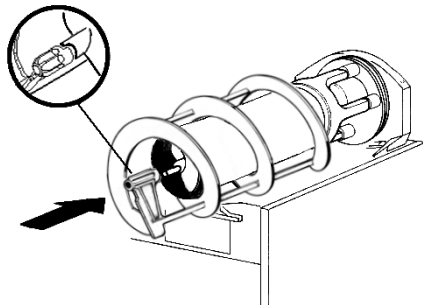

figura 15
- 6 Colocar sobre el evaporador el rascador exterior, acoplándolo su extremidad anterior al árbol del rascador interior y haciendo coincidir los dientes de arrastre (ver figura 15).